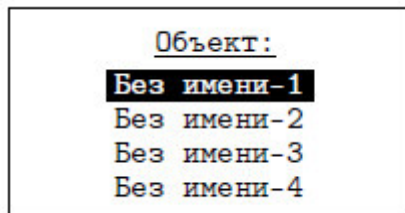

Рисунок 33
3.6 ОБЪЕКТ - выбор объекта исследования (рис. 33).